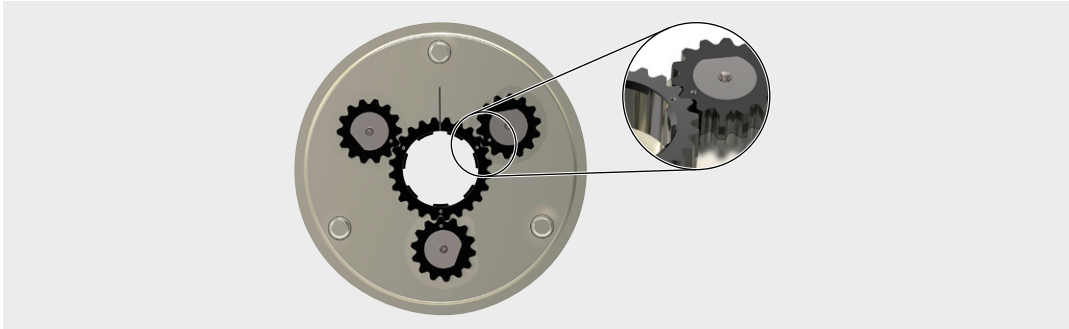

Abb. 18: Ausgerichtete Zahnräder des Rollenkäfigs
15. Richten Sie die Zahnräder, wie in Abb. 18 Ausgerichtete Zahnräder des Rollenkäfigs dargestellt, aus: